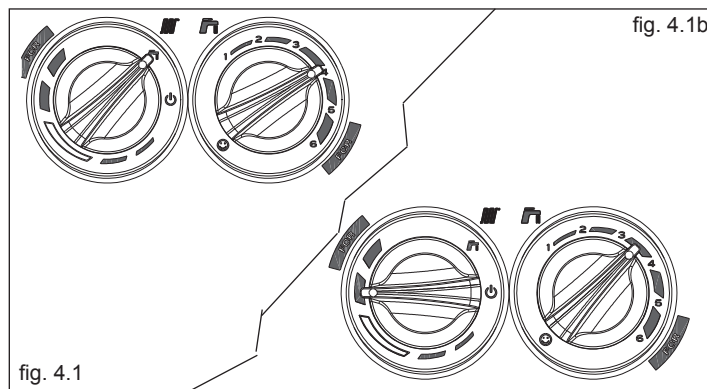
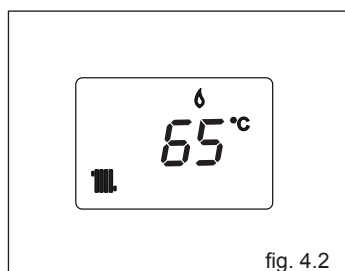
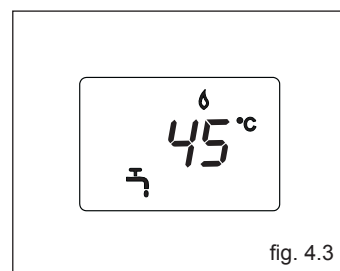

fig. 4.1
fig. 4.2
fig. 4.3
Inverno: ruotando il selettore di funzione  all'interno dell'area divisa in segmenti (fig. 4.1b) la caldaia fornisce acqua calda sanitaria e riscaldamento. In caso di richiesta di calore, la caldaia si accende, il visualizzatore digitale indica la temperatura dell'acqua di riscaldamento, l'icona di funzionamento in riscaldamento e l'icona fiamma (fig. 4.2). In caso di richiesta di acqua calda sanitaria, il visualizzatore (2) indica la temperatura dell'acqua sanitaria, l'icona di funzionamento in sanitario e l'icona fiamma (fig. 4.3).
Estate: ruotando il selettore sul simbolo estate  (fig. 4.1) si attiva la funzione tradizionale di solo acqua calda sanitaria. In caso di richiesta di acqua calda sanitaria, il visualizzatore indica la temperatura dell'acqua sanitaria, l'icona di funzionamento in sanitario e l'icona fiamma (fig. 4.3).